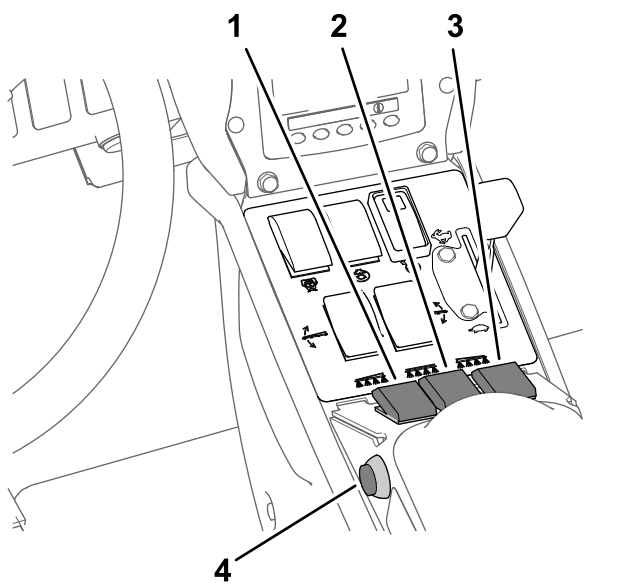

Рисунок 36
7. Установите переключатель (переключатели) секций опрыскивания в положение Вкл. (Рисунок 36).
10. Начните движение на машине с требуемой скоростью, а затем установите главный переключатель секций в положение Вкл., чтобы начать опрыскивание (Рисунок 36).
3. Установите главный переключатель секций в положение Выкл.; см. Рисунок 36 в разделе Опрыскивание в режиме заданной нормы внесения (страница 40).
7. Устанавливайте переключатели секций по мере необходимости в положения Вкл.; см. Рисунок 36 в разделе Опрыскивание в режиме заданной нормы внесения (страница 40).
9. Начните движение на машине с требуемой скоростью, а затем установите главный переключатель секций в положение Вкл., чтобы начать опрыскивание. Рисунок 36 Опрыскивание в режиме заданной нормы внесения (страница 40)